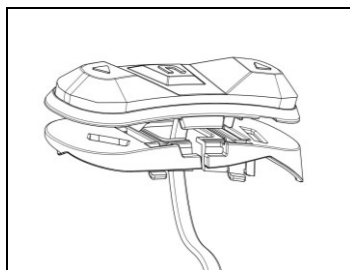
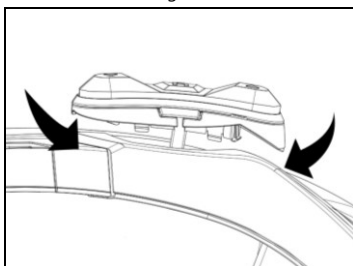

Fig. 19
Fig. 20
- Girar o suporte do teclado de modo a posicioná-lo como na Fig. 19, e conectá-lo no teclado (Fig. 20).